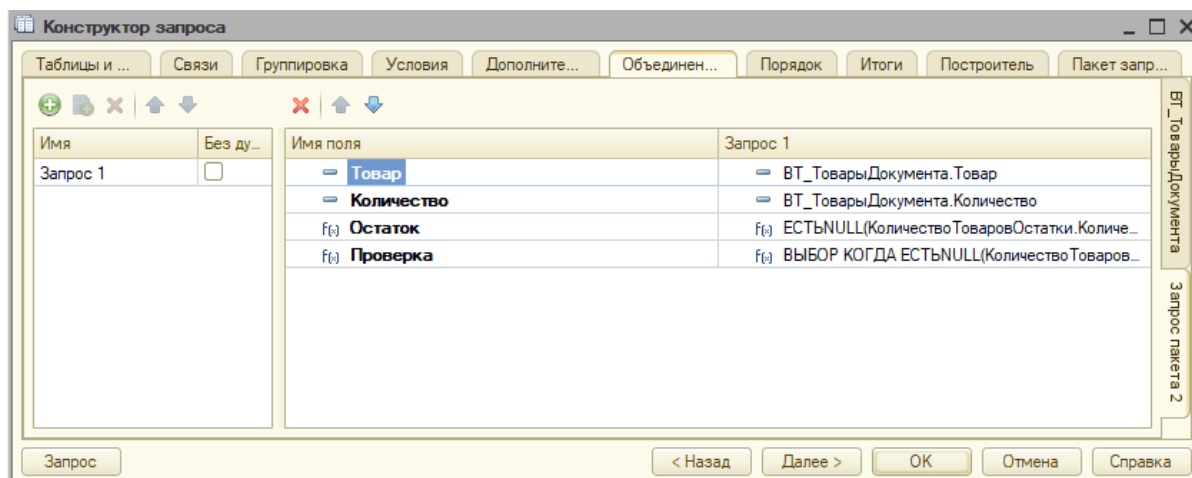

Рис. 5.63. Объединения/Псевдонимы запроса 2
- на вкладке **Объединения/Псевдонимы** изменим имена полей (рис. 5.63);